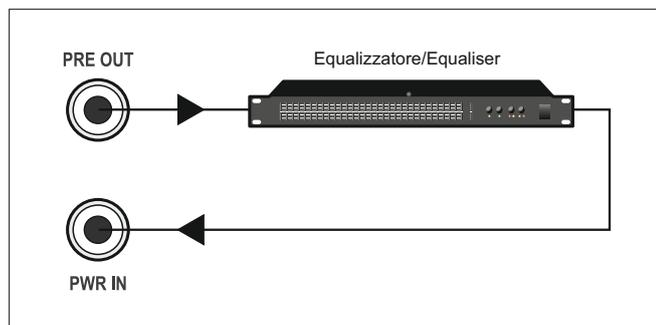

Fig.3.6.1
Nei casi in cui fosse richiesta un'elaborazione acustica del segnale, è possibile collegare un equalizzatore, od altro elaboratore di segnale, alle prese **PWR IN** (10) e **PRE OUT** (11). Questa realizzazione permette la correzione acustica di ambienti particolarmente riverberanti e la soppressione della retroazione acustica diffusore-microfono, nota come Effetto Larsen (fig.3.6.1).
Should acoustic processing of the signal be required, it is possible to connect an equaliser or another type of signal processor to the **PWR IN** (10) and **PRE OUT** (11) sockets. This enables acoustic correction of an environment featuring strong reverberation and the suppression of acoustic feedback between a loudspeaker and the microphone, known as the Larsen effect (Fig.3.6.1).